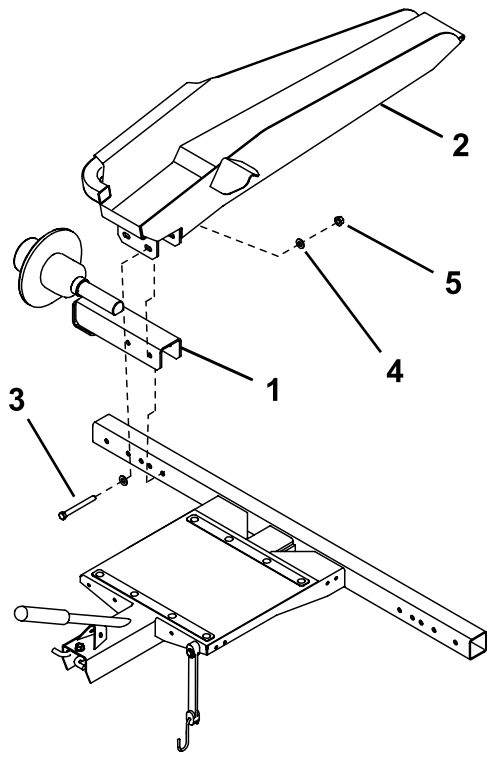
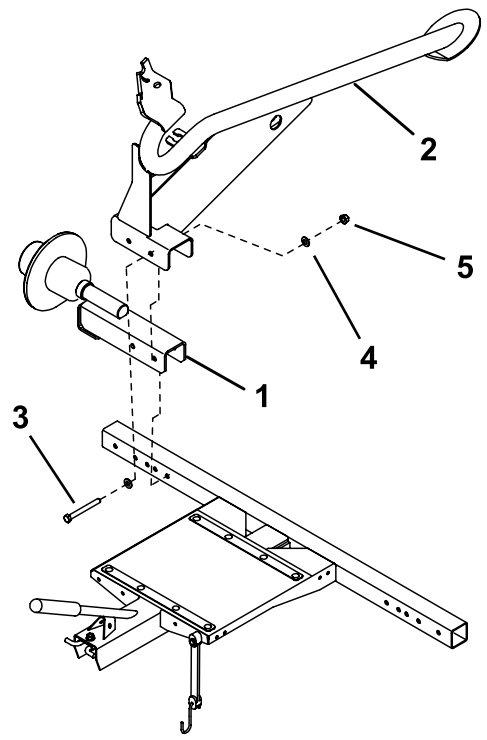

Figura 3
Figura 4
2. Monte el conjunto de eje y un conjunto de rampa (Figura 3) o de raíl (Figura 4) en cada extremo del bastidor con 2 pernos (3/8" x 3"), 4 arandelas y 2 tuercas.